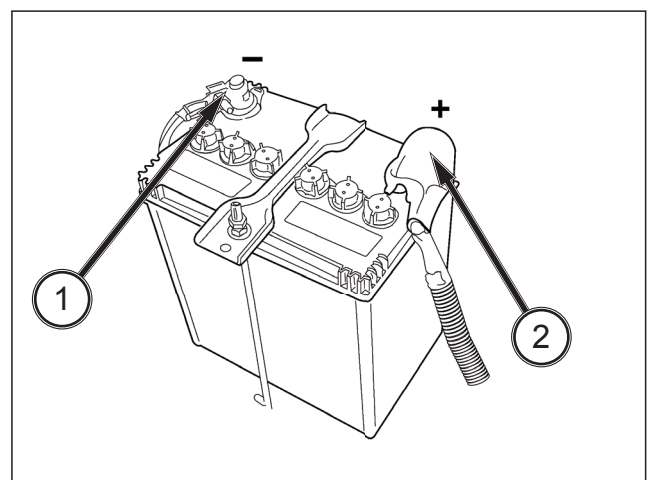

ABB. 109
ABB. 109: Beim Abnehmen des Kraftstofftankdeckels (1) kann ein Zischen oder Knallen zu hören sein. Dies liegt an der Bauweise des Deckels und ist normal. Keine Veränderungen am Deckel vornehmen und keine nicht zugelassenen Ersatzdeckel verwenden, da sonst Kraftstoff auslaufen könnte, wenn der Traktor schräg liegt.